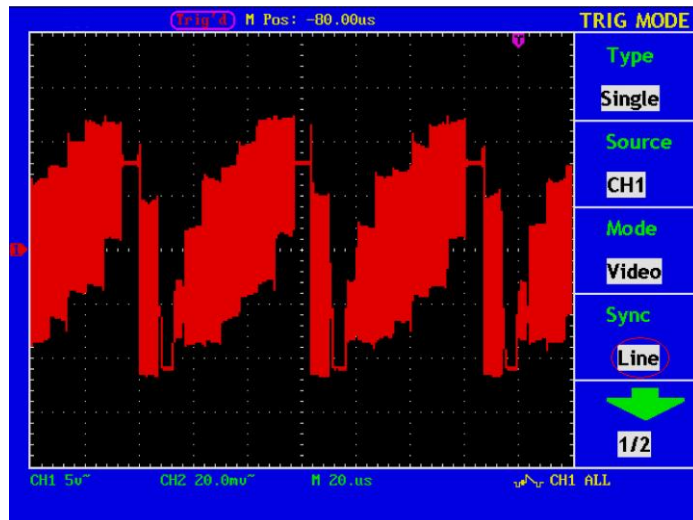

Abb. 41 Video-Wellenform getriggert im Modus "Field"
5. Drücken Sie die Menüauswahltaste **F4** und wählen Sie **Line** bei Sync. Die Anzeige auf dem Bildschirm ist wie in Abb. 41 gezeigt.